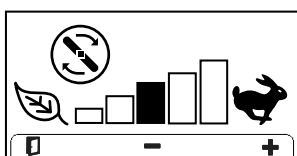

Figure 27
- **Écran de vitesse des lames (Figure 27)** : appuyez sur le bouton pour accéder à cet écran, puis sur pour régler la vitesse des lames. Cet écran est seulement accessible lorsque la fonction Smart Power est désactivée.